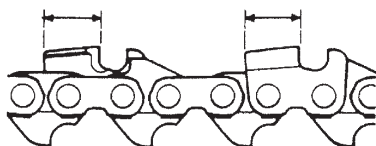

Fig. 46
5) Conservez la même longueur à tous les maillons-gouge. (Fig. 46)